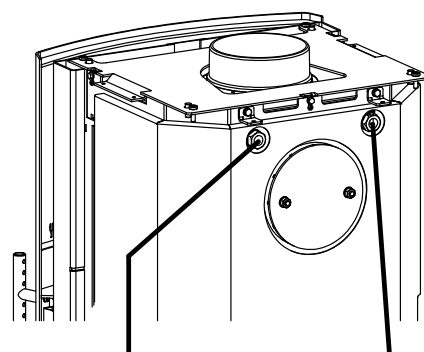

Fig. 3
- Schuif de temperatuursensor van de "Temperatuur differentialregelaar" in de rechter sensor zak en zet hem vast met de tapschroef (Fig. 3).